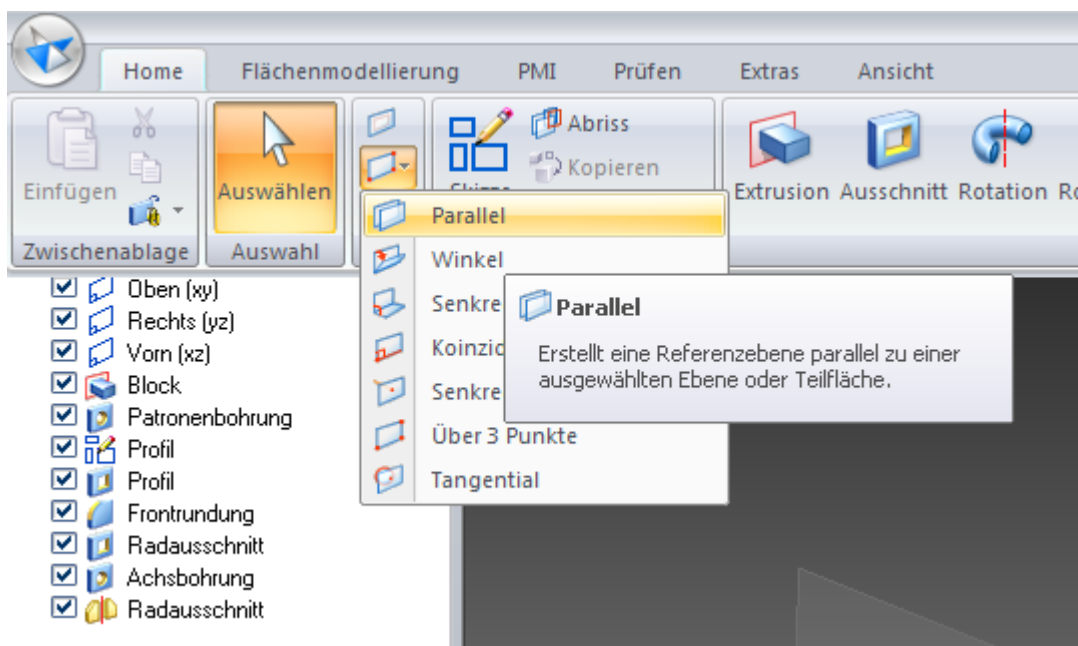

Abb. 42 Eine parallele Ebene erstellen
92. Klicken Sie in der Registerkarte *-Home-* Gruppe *-Ebe...-* auf die Schaltfläche *-Weitere Ebenen-* und wählen Sie *-Parallel-* aus (Abb.42).